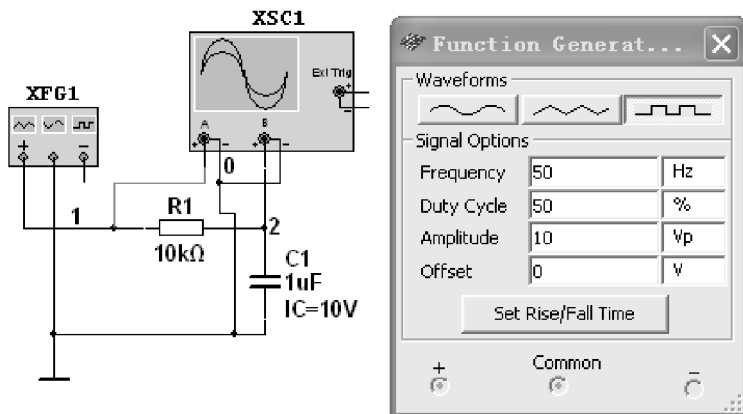

图 6-7 一阶 RC 全响应仿真电路
1) 搭建如图 6-7 所示的一阶 RC 电路的全响应仿真电路。
2) 双击图 6-7 中函数发生器 XFG1 的图标, 在弹出的函数发生器面板参数设置中, 选择方波信号, 设置频率为 50Hz, 占空比为 50%, 幅值为 10V。